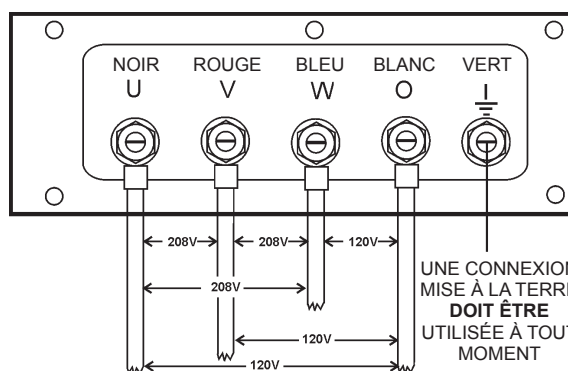

Figure 23. Cosses de sortie UVWO
2. Connecter les fils de charge aux bornes UVWO comme indiqué dans la Figure 23.